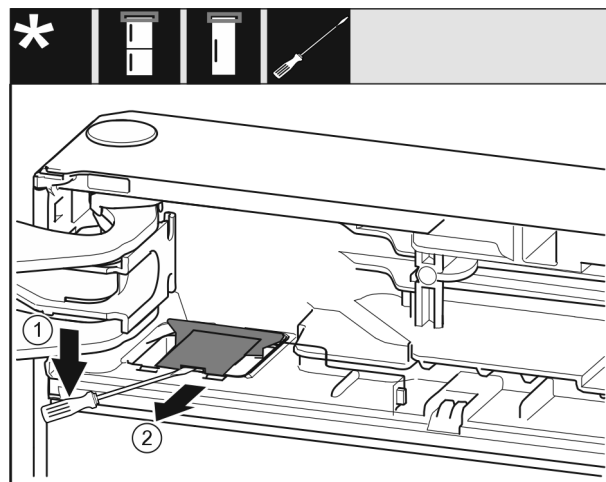

Fig. 10
► Klik afdækningen ud med en flad skruetrækker, og løft den af. Fig. 10 (1)
► Tag afdækningen af. Fig. 10 (2)